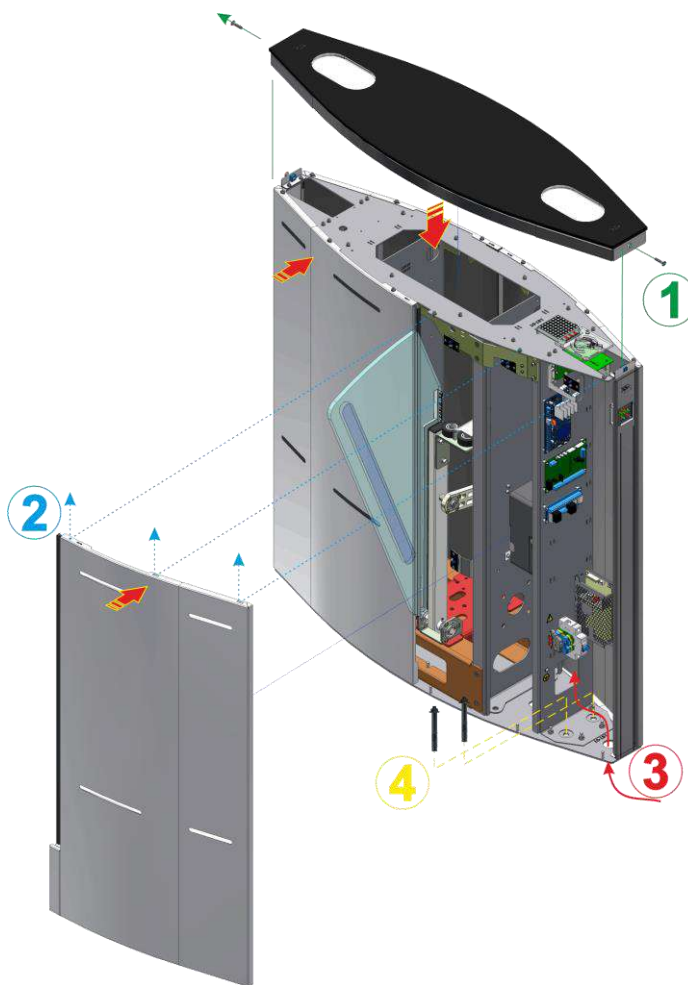

Рис. 19 - Общий вид установки тумбы турникета «SpeedBlade-BM »
1. – снять крышку турникета, открутив винт на торцах (см. Рис. 19);
После необходимого монтажа установить двери и боковины изделия (Рис.19) на места их крепления, зафиксировать столешницу винтами.